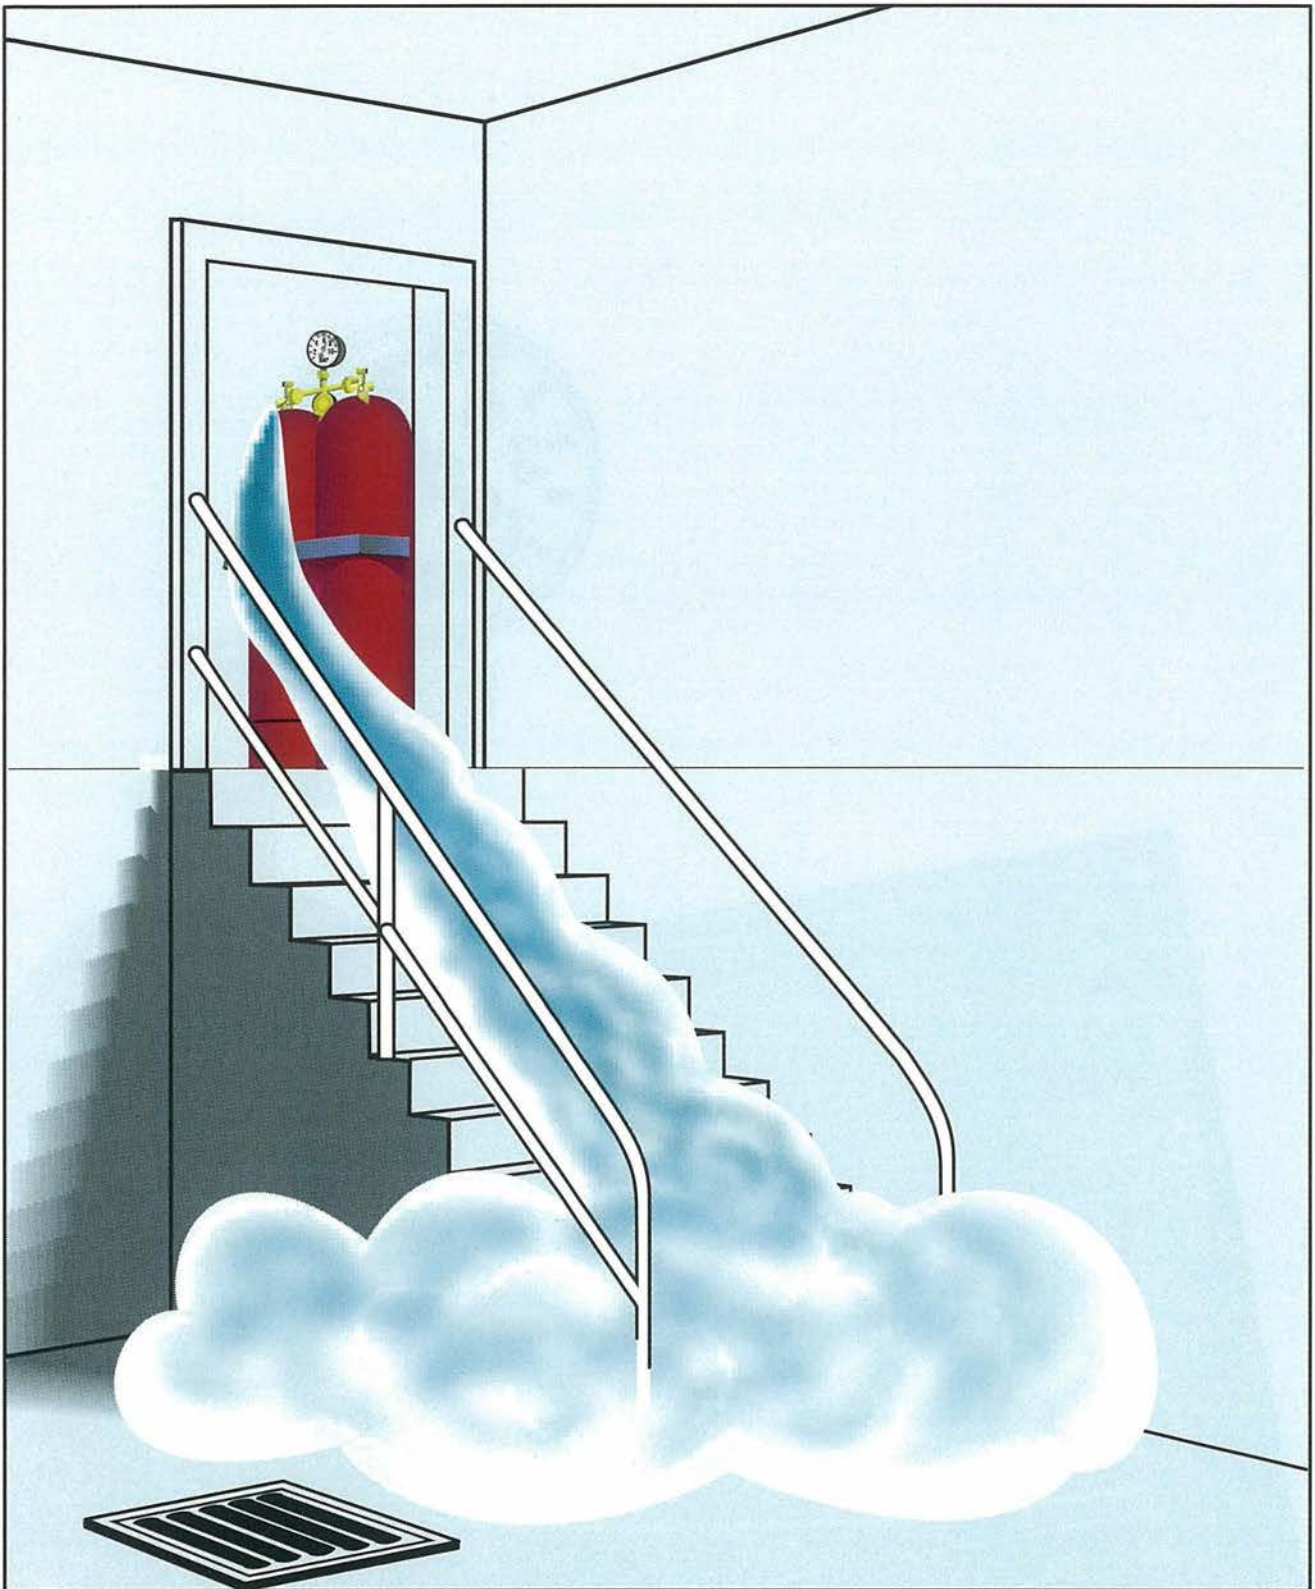

Bild 7: Ausbreitungsverhalten von Flüssiggas
- Aus den Dichtezahlen von Propan, Butan und Luft geht hervor, dass Flüssiggas im gasförmigen Zustand ungefähr doppelt so schwer als Luft ist, damit zu Boden sinken und wie eine Flüssigkeit zur tiefsten Stelle, z.B. zu tiefer gelegenen Räumen fließen kann (Bild 7).